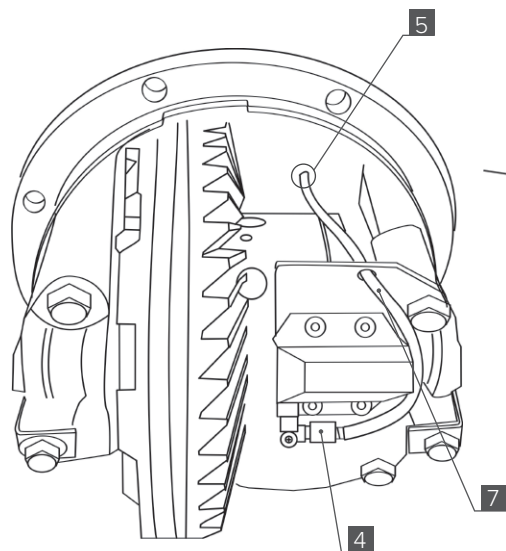

Рис. 6
11. Соедините фитинг проходной [5] с фитингом актуатора [4] трубкой [7] (**Рис. 6**).